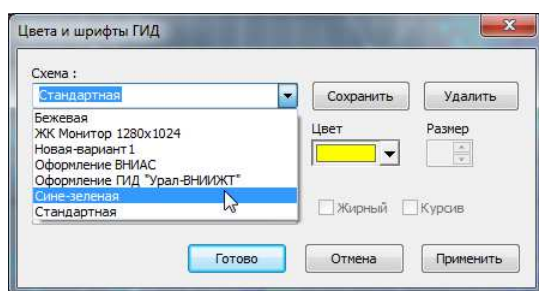

Рис.329
9.2.5. Выберите схему из предложенного списка (см. рис. 329) и нажмите кнопку «Применить». Элементы поля ГИД окрасятся в цвета, определенные в этой схеме.